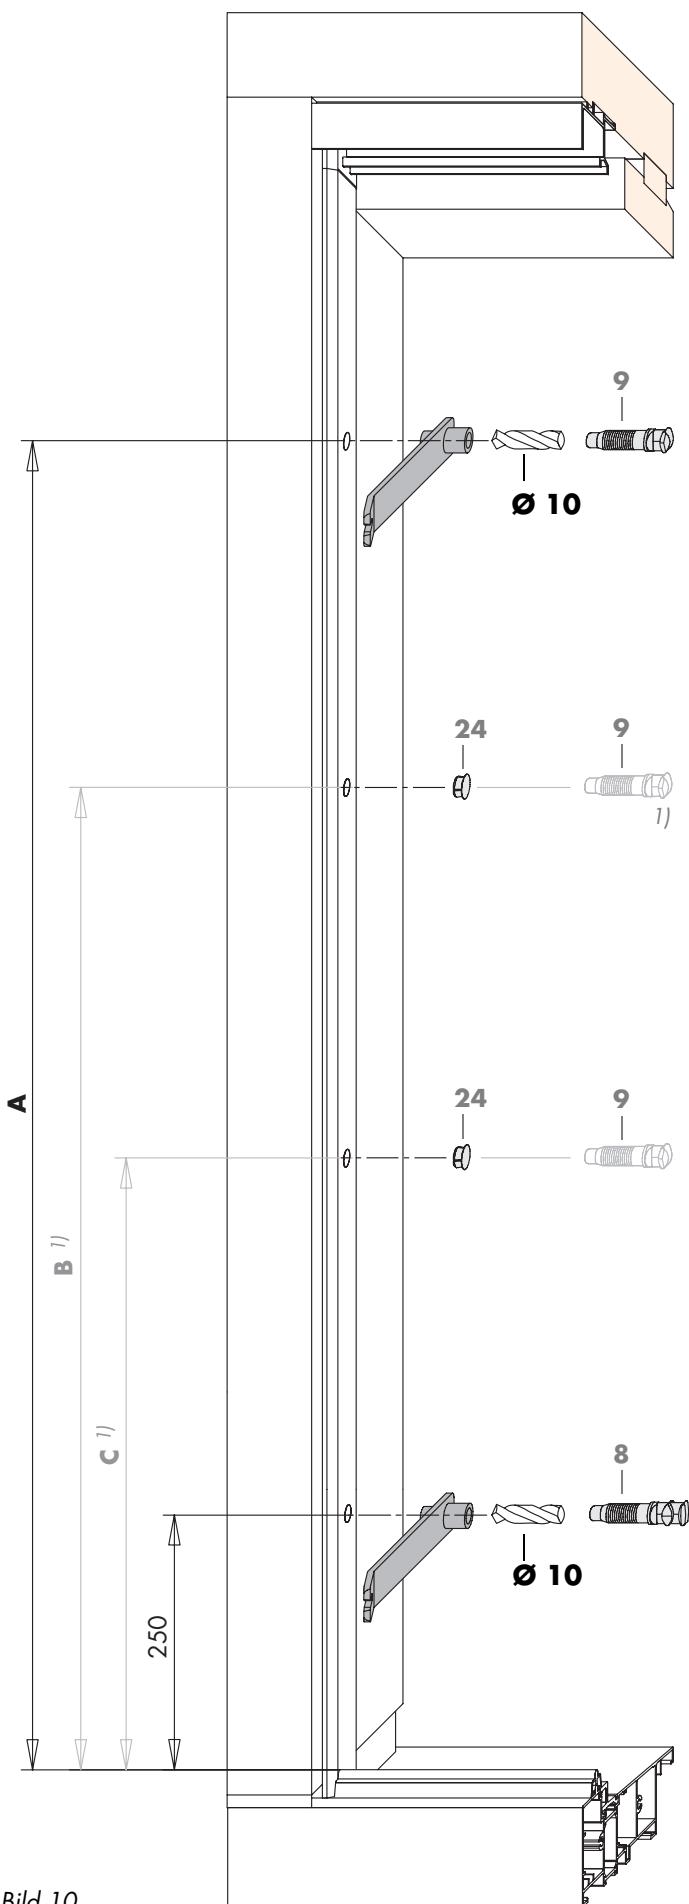

Bild 10
- Löcher für Riegelbolzen (8 und 9) mit Bohrer Ø 10 mm vorbohren. Dazu Lehre für Riegelbolzen verwenden (Bild 10).
- Verschlusskappen (24) in nicht verwendete Riegelbolzen Öffnungen eindrücken. (Bild 10).